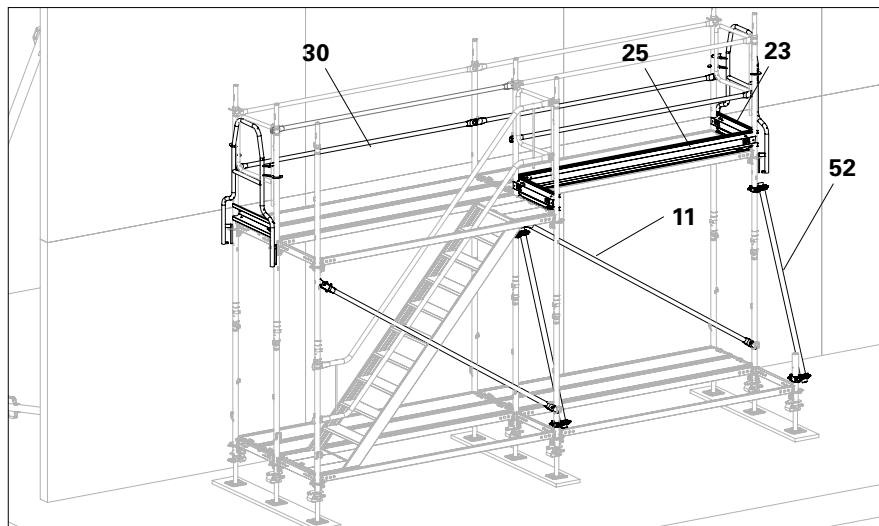

Abb. D1.09
1. Längsdiagonale EBF (**11**) im Aufstiegsfeld und Gerüstrohre (**52**) ausbauen. (Abb. D1.09)